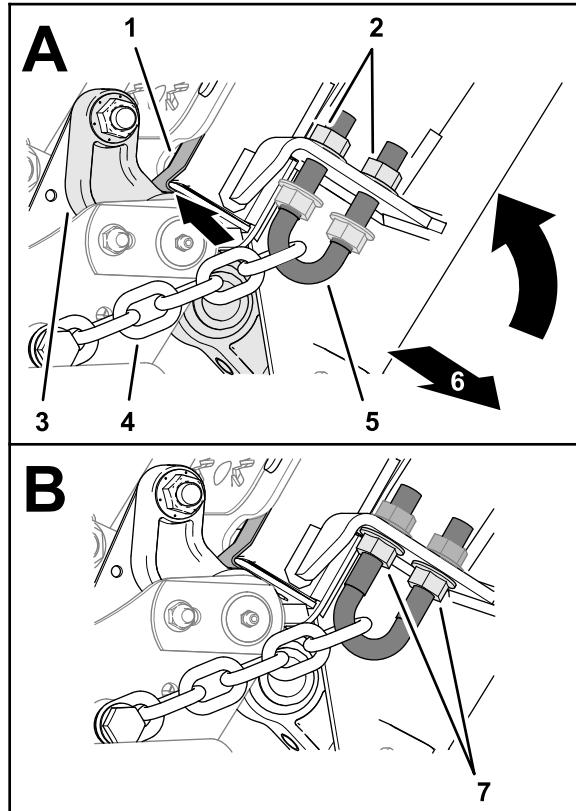

Figura 37
1. Na parte frontal da plataforma, aperte as porcas flangeadas serradas exteriores até que as correntes fiquem tensionadas (Figura 37).
2. Enrosque as porcas flangeadas serradas (Figura 37) e aperte-as com 103 to 127 N·m.